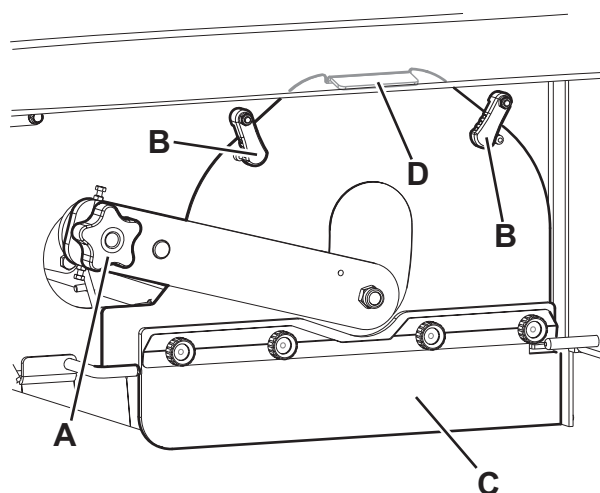
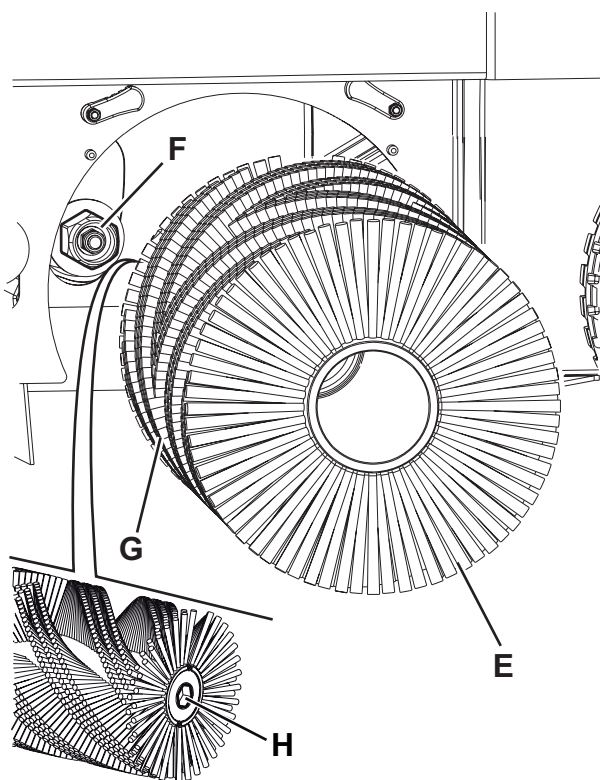

Рис. 7
Рис. 8
2. Поверните ключ зажигания (61) в положение «0» и выньте его.
3. Снимите левую дверь (13), открутив крепежные элементы.
4. Отвинтите и снимите ручку (А, Рис. 7).
6. Снимите задвижку отсека основной щетки (С) вытащив его с крепежа (D).
7. Снимите основную щетку (Е, Рис. 8).
8. Убедитесь, что на приводной ступице (F) нет грязи или случайно намотавшихся посторонних предметов (веревки, ткани и т.д.).
9. При установке новой основной щетки ее щетина должна быть расположена так, как указано на рисунке (G).
10. Установите новую основную щетку и убедитесь, что шестигранное отверстие (H) правильно село на соответствующую приводную ступицу (F).
11. Установите задвижку отсека основной щетки (С, Рис. 7) повернув рычаги (В) и закрутив обратно ручку (А).
12. Закройте левую дверь (13), прикрутив крепежные элементы.